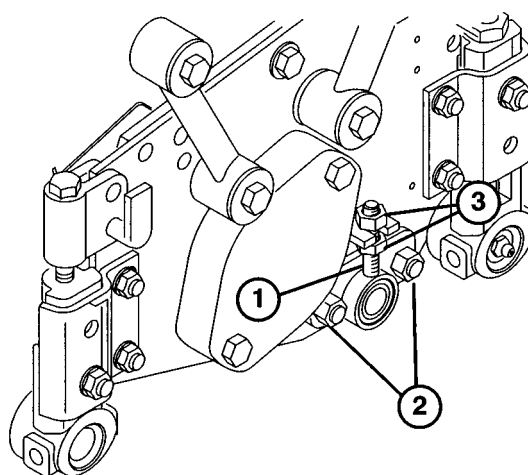

Fig. 4
4. Løsne de to vognboltene på knivplatens justeringsinnretning (fig. 4).
5. Justér mutrene for å flytte knivplatens justeringsinnretning opp eller ned til det trekker i papiret langs hele flaten av knivplaten når knivplatens justeringsknapp er stilt inn to klikk etter første kontakt med sylindernes knivplate (fig. 4).